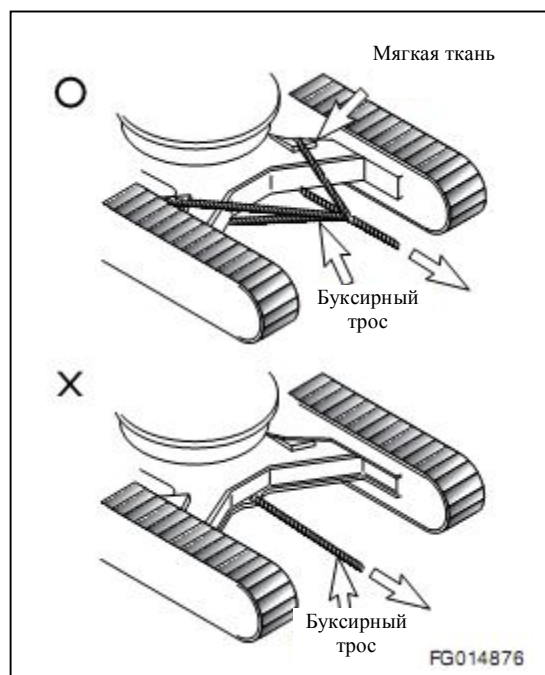

Рисунок 75
6. Не опускайте корпус дробилки в воду, если он не предназначен для подводной работы. Повреждение смазки приведет к появлению ржавчины, а вода или инородные вещества попадут в гидравлическую систему и вызовут ее повреждение. Разрешается опускать в воду только рабочий инструмент дробилки. См. рисунок 75.